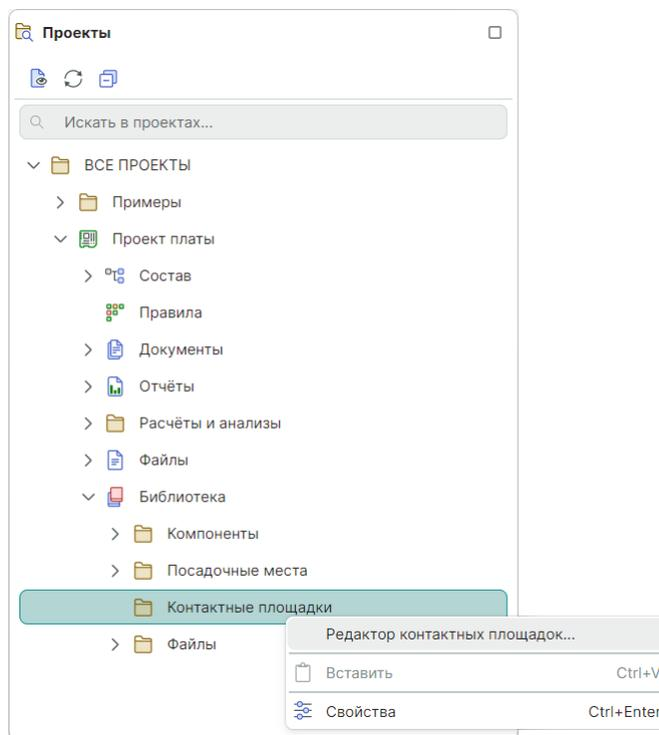

Рис. 208 Вызов редактора контактных площадок для проекта
3. Вызовите контекстное меню и воспользуйтесь пунктом «Редактор контактных площадок», см. Рис. 208.